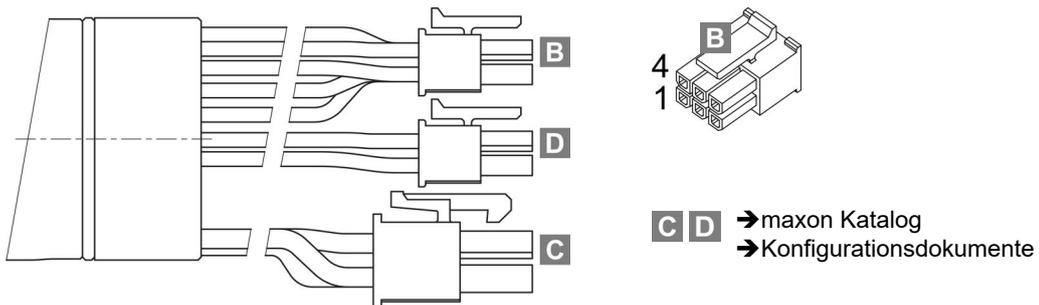

Abbildung 19 ENX 16 | 22 COMM (Thermistor-Variante) – Anschlussstecker
- Hall-Sensoren mit Stecker / Motor mit Stecker / NTC mit Stecker (→Abbildung 19)